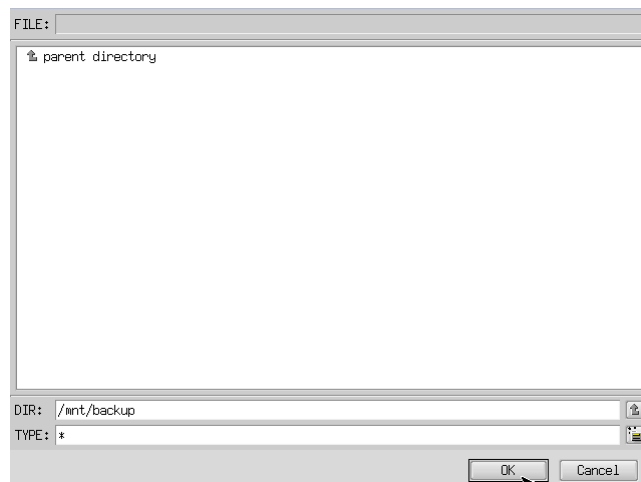

図 5-3-4. フォルダ参照画面
- ⑥ フォルダ参照画面（図 5-3-4）が表示されます。②で接続したパーティションは、/mnt にマウントされますので、/mnt 以下のフォルダを選択してください。[OK] を押すとフォルダ選択画面にもどります。